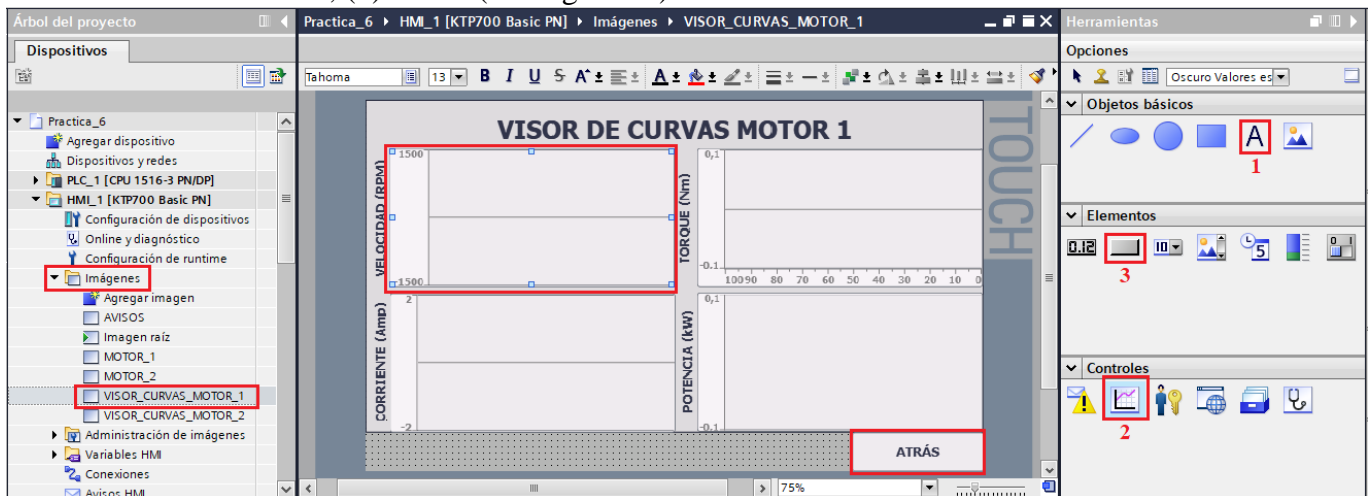

Figura 63. Configuración de la imagen VISOR_CURVAS_MOTOR_1
- La disposición de los elementos de la ventana “Visor de curvas motor 1” serán (1) Textos, (2) Visor de curvas, (3) Botón (ver Figura 63).